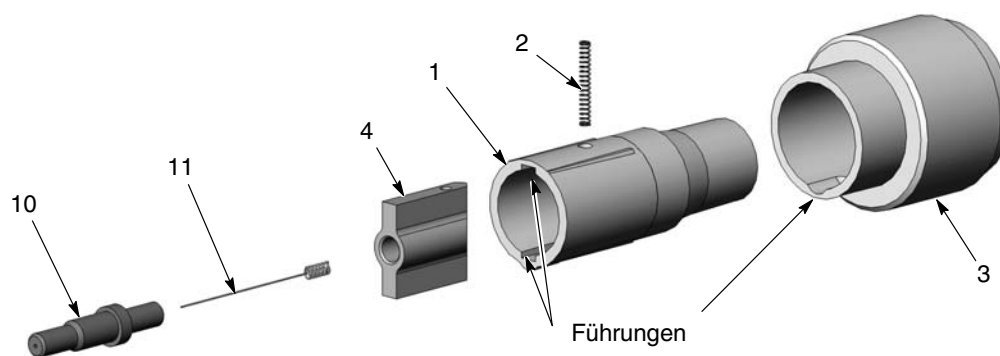

Abb. 7-5 Ersetzen der Elektrodenhalterungshülse
- Die Elektrodenhalterung besteht aus den Positionen 1-4 in Abbildung 7-5.
- Die Halterungsbaugruppe (3) beinhaltet einen Widerstand. Wenn der Widerstand defekt ist, muss die gesamte Baugruppe ersetzt werden.